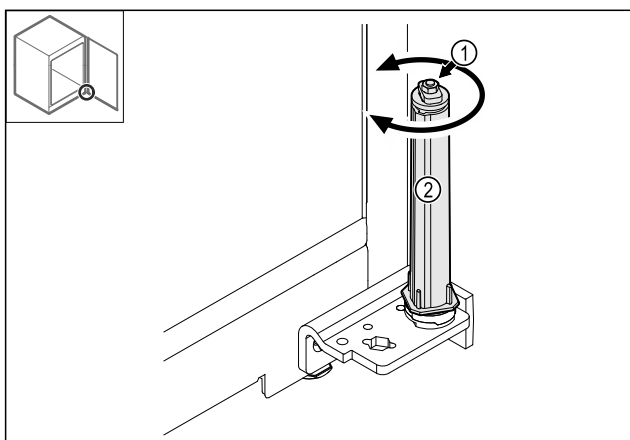

Fig. 40
- ▶ Ne razstavljajte vijačne povezave Fig. 40 (1) sistema za zaklepanje.
- ▶ Obračajte sistem za zaklepanje Fig. 40 (2), dokler ne klikne.